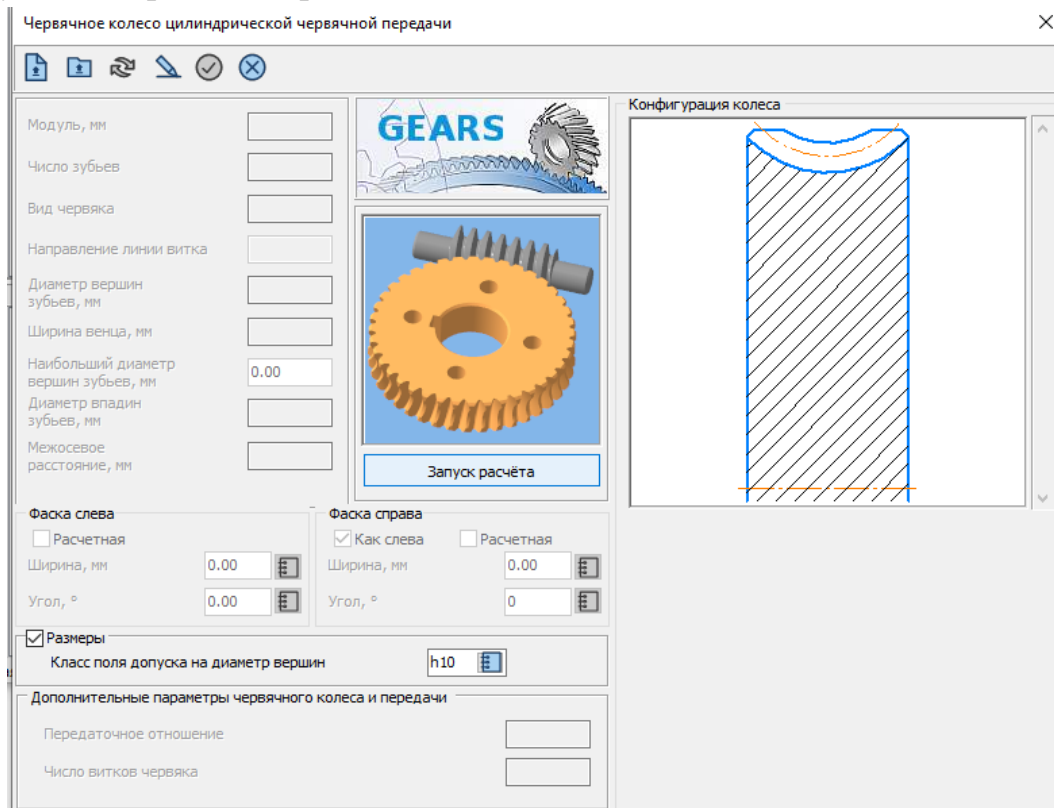

Рисунок 32 - Окно «Червячное колесо цилиндрической червячной передачи»
- Для построения следующего элемента червячного колеса нажмите на инструментальной панели внешнего контура кнопку *Элементы механических передач – Червяки, червячные колеса и червячные рейки – Цилиндрическое червячное колесо*. В открывшемся окне «Червячное колесо цилиндрической червячной передачи» нажмите кнопку *Запуск расчета* (рисунок 32). Откроется окно модуля расчетов механических передач КОМПАС GEARS. Нажмите кнопку *Геометрический расчет*.